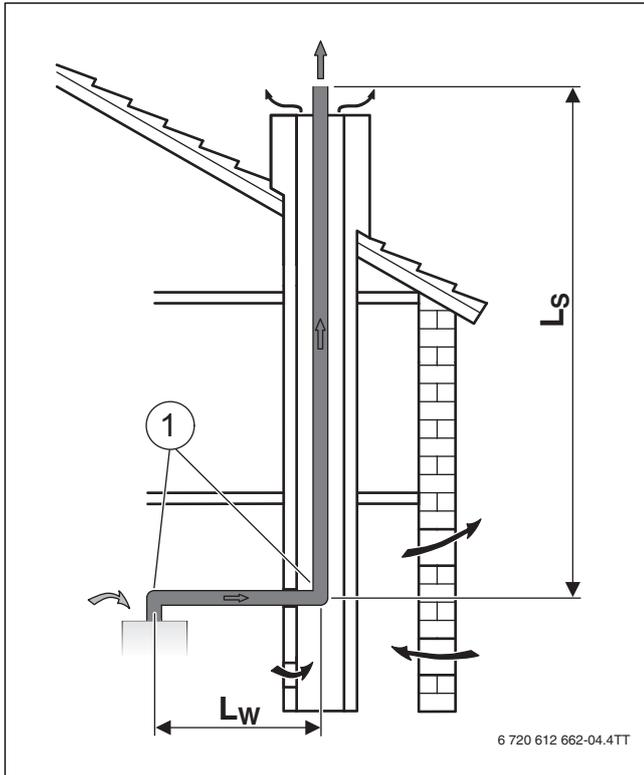

Fig. 8 Condotto di scarico combusto tramite cavedio secondo B₂₃
- Quando il condotto aspirazione/scarico è in un cavedio retroventilato (→ figure 8, 9, 10, 11 e 13) non è necessario eseguire alcuna pulizia.